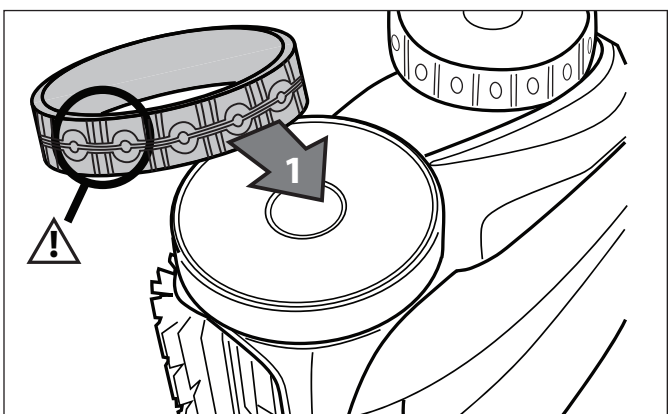

Figura 35. Orientación de neumático
3. Para reemplazar el neumático, coloque el neumático en la rueda asegurándose de orientar el neumático de modo que las ranuras estén en el lado exterior de la rueda. Vea Figura 35.